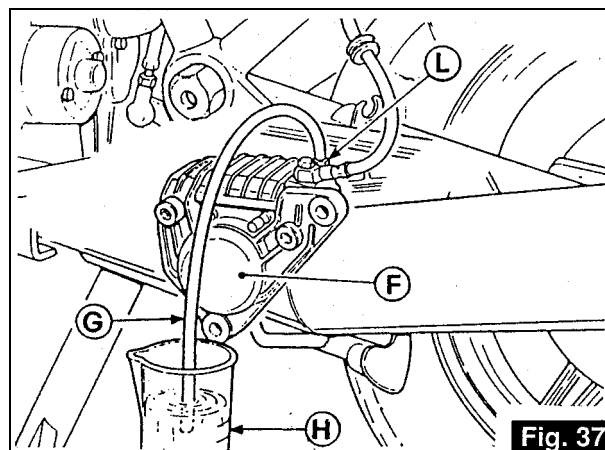

Fig. 37
- 2 Éliminer les bulles d'air en agissant sur l'étrier "F", après l'avoir démonté de la bride de support et après l'avoir placé de façon à ce que le bouchon "L" soit orienté vers le haut (Fig. 37).